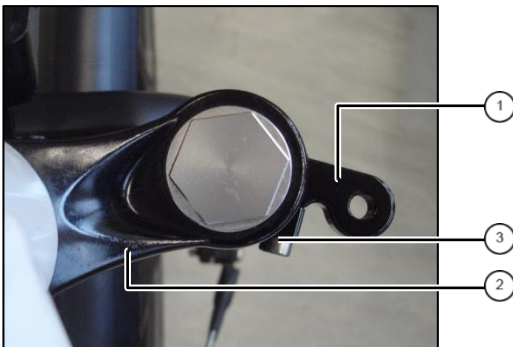

Abb. 3: Lenkhebel an Federgabel
1. Gegebenenfalls neue Federgabel montieren. Neuen Lenkhebel ^① mit Schrauben M5x20 ^② und M5x25 ^③ an rechtem Standrohr montieren. Schrauben noch nicht ganz festziehen.
2. Lenkhebel ganz nach oben schieben und gemäß Abb. 3 ausrichten. Zuerst Schrauben ^③ festziehen, dann Schrauben ^②. **Anzugsmoment: 5Nm.**